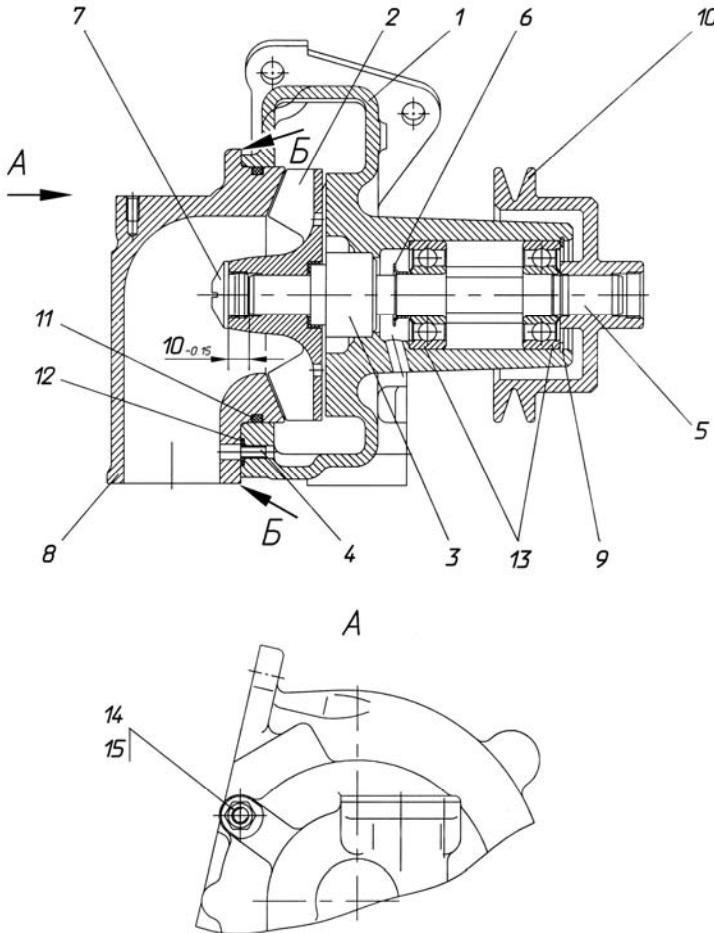

Рис. 96. Водяной насос:
5. Отвернуть гайки 14 (рис. 96) патрубка 8.
13. Выпрессовать из корпуса 1 вал 5 с водосбрасывателем 6 и подшипниками 13 (см. рис. 96).
2. Напрессовать на вал 5 (рис. 96) подшипники 13 и водосбрасыватель 6. При этом необходимо:
9. Напрессовать крыльчатку 2 в сборе с манжетой и уплотнительной втулкой на вал 5 (рис. 96). При этом необходимо:
- установить крыльчатку и в валу в размер  $10_{-0,15}$  мм (рис. 96) между торцом вала и торцом ступицы крыльчатки. Для этого необходимо при запрессовке установить на торец вала диск диаметром не более 13 мм и высотой  $10_{-0,15}$  мм.